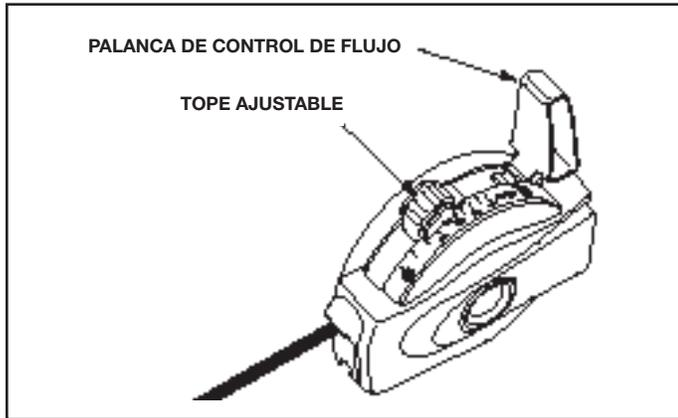

FIGURA 15
2. Mueva la palanca de control de flujo hacia adelante hasta que embone en el tope ajustable y se bloquee la palanca en la posición deseada. Véase la Figura 15.